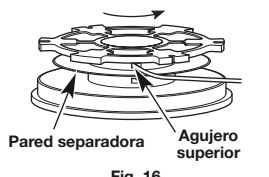
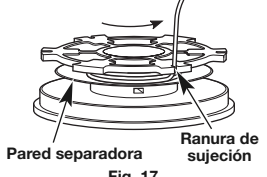

Fig. 16
Fig. 17
- Inserte el extremo de la línea en el agujero superior del carrete interior (Fig. 16). Enrolle firmemente en la dirección que se muestra en el fondo del carrete interior hasta que queden aproximadamente 6 pulgadas (150 mm) de línea. Mantenga la línea por encima de la pared separadora. Inserte la sección de 6 pulgadas dentro de la ranura de sujeción de 0.095 más próxima (Fig. 17).